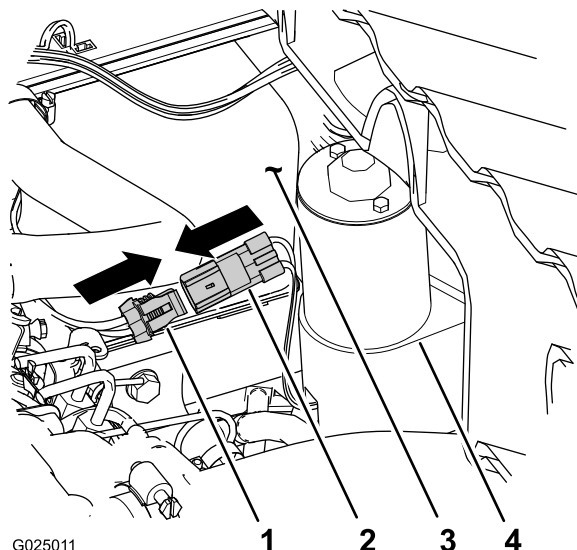

Figure 10
3. Branchez le connecteur à 2 douilles du faisceau arrière de la machine au connecteur à 2 broches de l'actionneur de levage (Figure 10).